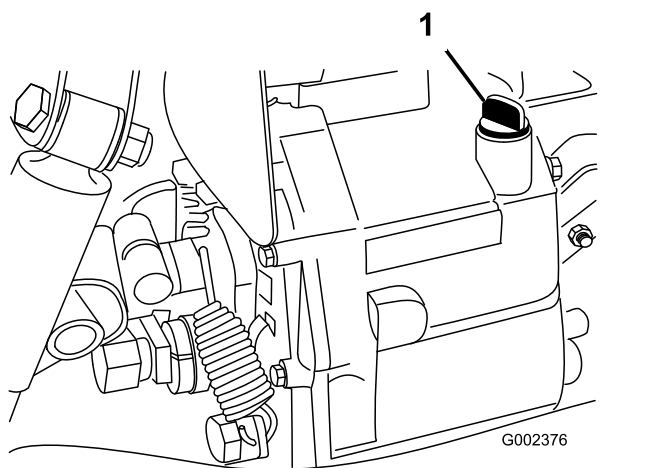

Figura 69
5. Limpe a zona em redor da vareta (Figura 69).